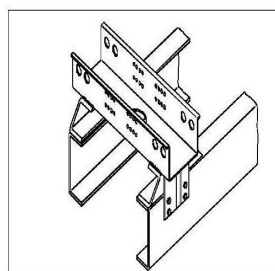

图 4
- 将油缸支撑梁焊在连接板上（见图 4），要求满焊。
Weld the cylinder support beam onto the connecting plate (see Figure 4), ensuring full welding.
- Приварите опорную балку цилиндра к соединительной пластине (см. рис. 4), для чего требуется полная сварка.